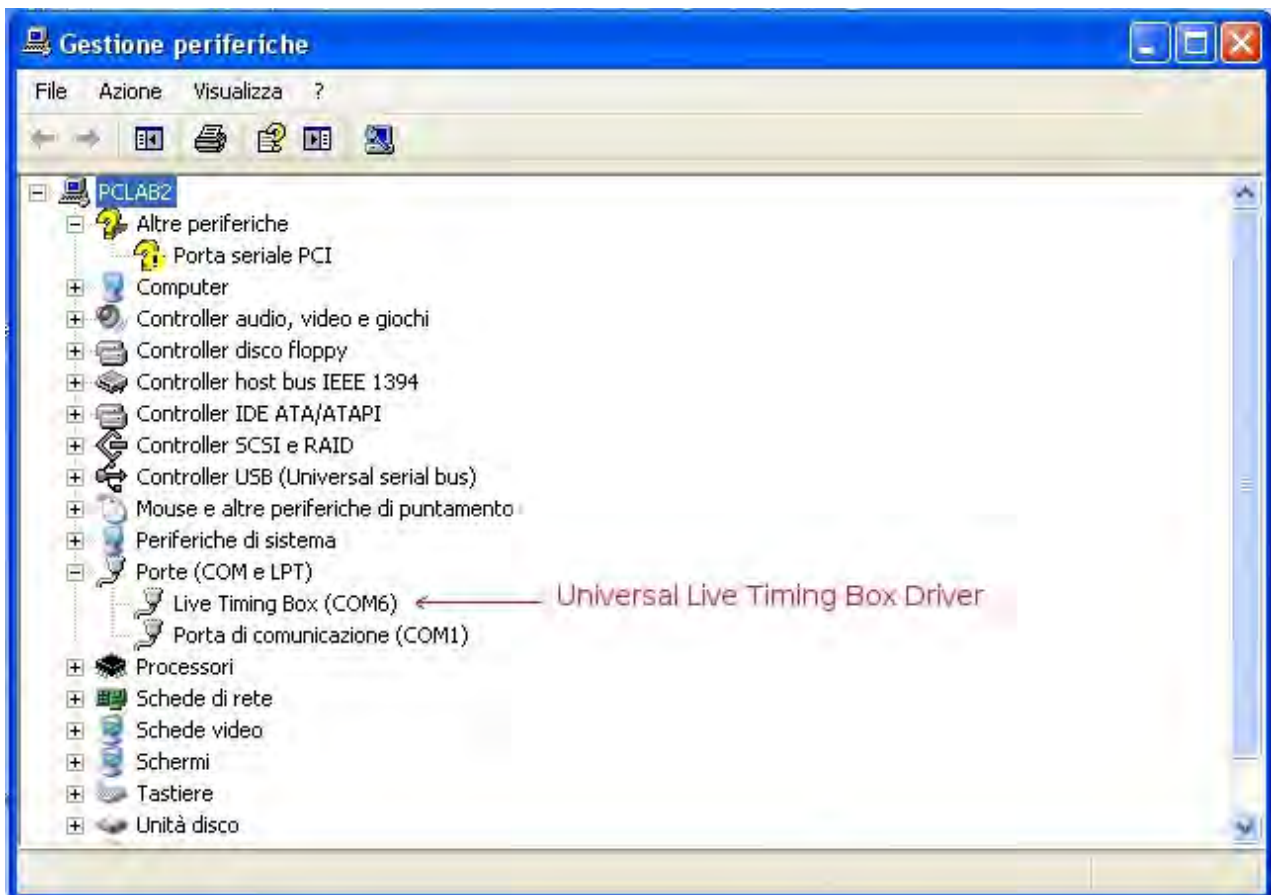

Figura 37: verifica éxito instalación driver Live Timing Box PC Interface.
7. para verificar que la instalación haya sido efectuada correctamente, entrar en la "*Gestión periféricas*" de su PC y comprobar que aparezcan, en *Universal Live Timing Box* conectada al PC, la periférica subrayada en la figura 37.